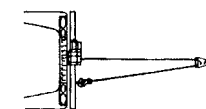

Figure 3 Câble Double
1. Les treuils S3000, S4000 et le S5000 sont classés à 3 000, 4 000, et 5 000 livres (1361, 1814, 2268 kg) (câble unique) de capacité sur la couche de câble qui se trouve le plus près du tambour NE SURCHARGEZ PAS LE TREUIL. N'ESSAYEZ PAS DES TREUILLAGES PROLONGÉS AVEC DES CHARGES LOURDES. Ne maintenez pas l'alimentation au treuil si le moteur cale. Les surcharges peuvent endommager le treuil et/ou le câble et peuvent créer des conditions dangereuses. **POUR LES CHARGES SUPÉRIEURES À 2/3 DE CAPACITÉ NOMINALE, NOUS RECOMMANDONS L'UTILISATION DU PALAN OPTIONNEL POUR REDOUBLER LE CÂBLE** (Figures 3 et 18). Ceci réduit la charge sur le treuil et la tension sur le câble d'environ 50%. En cas d'attache au même véhicule, fixez le treuil au cadre ou à un autre point de porte-charge. Le moteur du véhicule doit être en marche pendant le fonctionnement du treuil pour minimiser l'épuisement de la batterie et maximiser la force et la vitesse du treuil. Si un treuilage important est effectué sans que le moteur ne soit en marche, il se peut que la batterie soit trop faible pour faire re-démarrer le moteur.